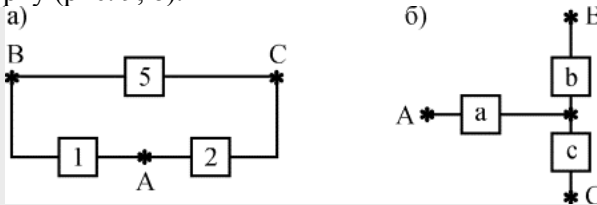

Рисунок 9
1. Перетворимо з'єднання елементів 1,2,5 в трикутник (рис. 9, а), в зірку (рис. 9, б).
3. Визначимо ймовірність безвідмовного стану елементів еквівалентної схеми (рис. 9,б)